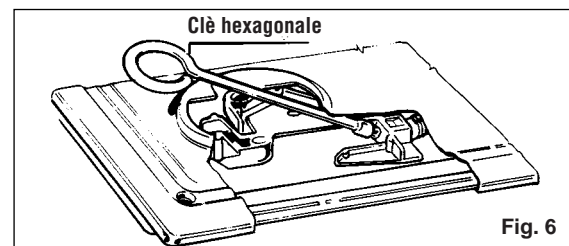

Fig. 6
- introduire une clé à tête hexagonale en tube dans le support du brûleur (Fig. 6) (la clé est fournie en tant qu'accessoire de la table de cuisson).